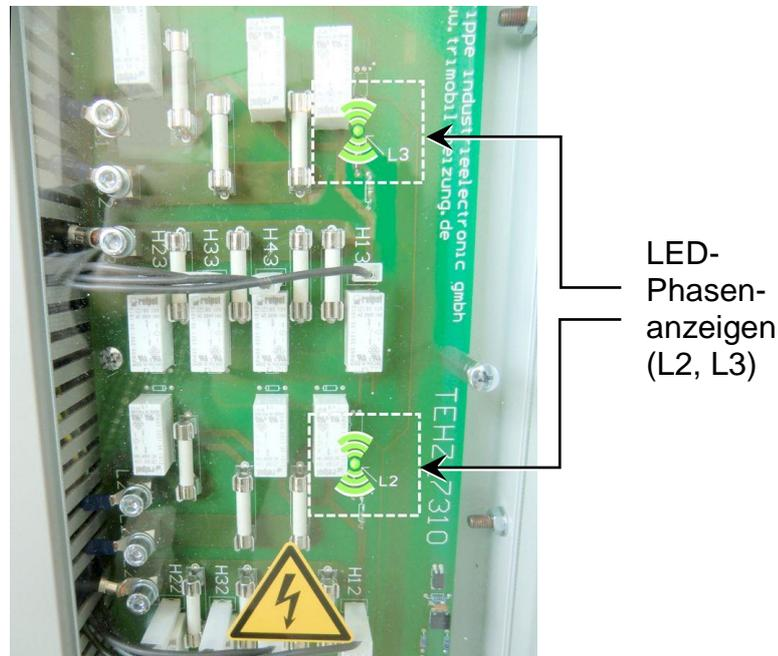

Abb. 10): LED-Phasenanzeigen auf der Relaisplatine
- Optische Kontrolle der beiden LED-Phasenanzeigen auf der Relaisplatine, wie in Abb. 10 auf der nachfolgenden Seite dargestellt: